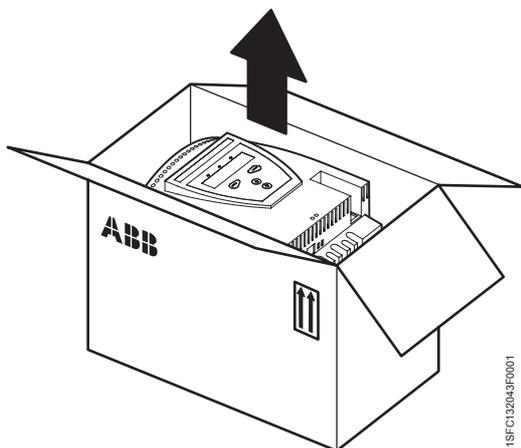

Рисунок 1: Упаковка
- Убедитесь в том, что упаковка ориентирована нужной стороной вверх, см. рисунок 1.